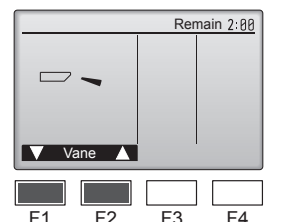

Fig. 8-4
- ② Pulse el botón [SELECT/HOLD] para visualizar la pantalla de funcionamiento Deflector, y luego pulse los botones [F1] y [F2] para comprobar el sistema automático de desviación del aire. (Fig. 8-4)